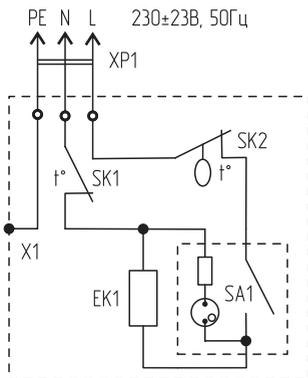

Рис. 2. Электрическая схема конвектора POWER 1000M SE
5.2. Схема электрических соединений и узлов конвектора POWER 1000M SE показана на рис. 2. Нагревательный элемент имеет один нагреватель EK1, в цепь питания которого включен роковый переключатель с подсветкой SA1, термовыключатель защиты от перегрева SK1 и биметаллический термостат SK2.